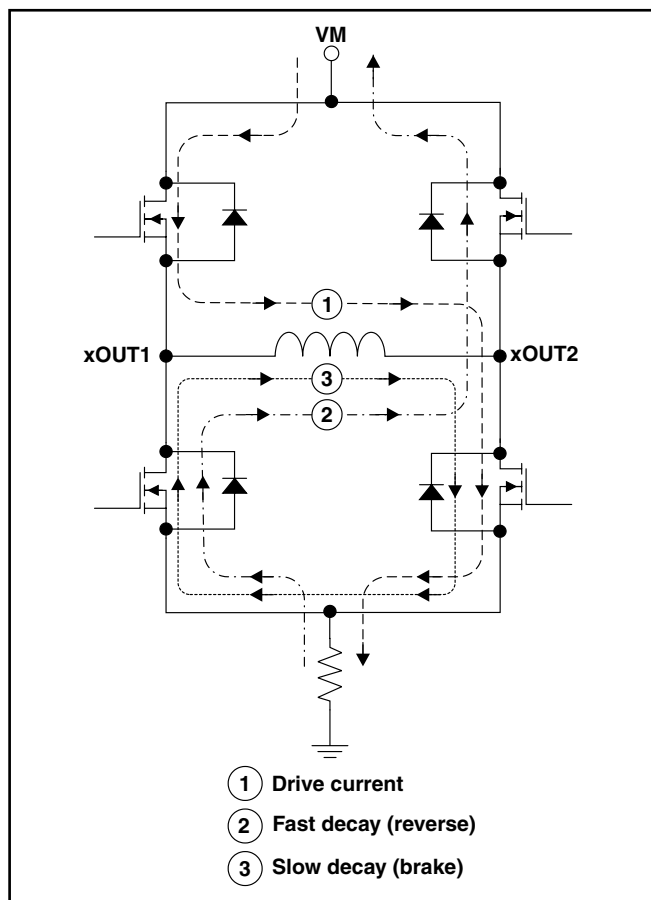

図 3. 減衰モード
PWM電流チョッピング中は、PWM電流スレッショルドに達するまでの間、Hブリッジによるモータ巻線の駆動がイネーブルになります。これは、図3に①として示されています。図中の電流の流れる方向は、ステップ表での正の電流の流れを示しています。
高速減衰モードでは、PWMチョッピング電流レベルに達すると、Hブリッジが状態を反転して、巻線電流が逆方向に流れるようにします。巻線電流がゼロに近づくと、ブリッジがディスエーブルになり、逆方向の電流が停止されます。高速モードは、図3に②として示されています。
低速減衰モードでは、ブリッジ内の両方のローサイドFETをイネーブルにすることで、巻線電流が再循環されます。これは、図3に③として示されています。